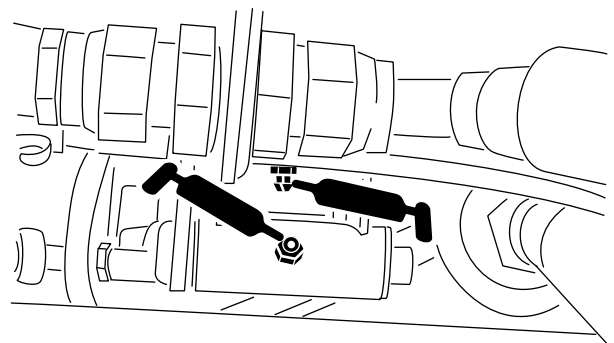
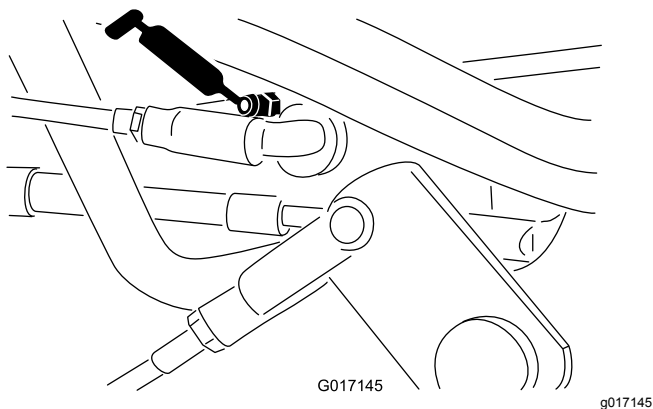

Figura 37
Figura 38
- Tiranteria del selettore di velocità (Figura 37 e Figura 38)